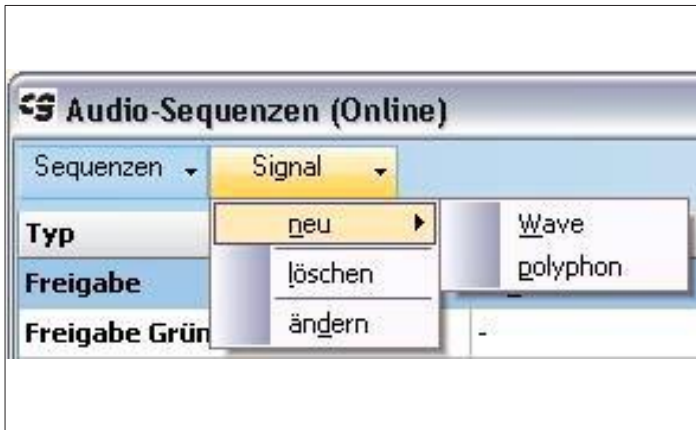

Abb. 34
- Nach Klick auf „Signal“ -> „neu“ -> „polyphon“ öffnet sich der Tonsequenz-Editor (siehe Abb. 34).